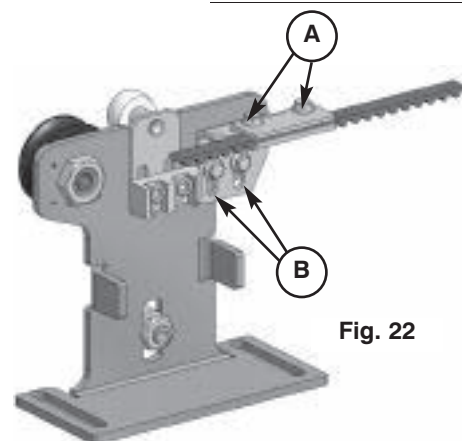

Fig. 22
- Desserrer les boulons (Fig.22 part.A) du collier sur la "portion passante" de la courroie (portion de courroie sans raccord)
- Serrer avec force les boulons (Fig.22 part.A) en ayant soin que les dents de la courroie s'insèrent correctement dans les logements du collier.
Reconnecter les raccords entre la courroie et les chariots rapides Fig.22; serrer les vis A en contrôlant que la position des raccords assure un niveau correct de parallélisme entre la portion supérieure et inférieure de la courroie.